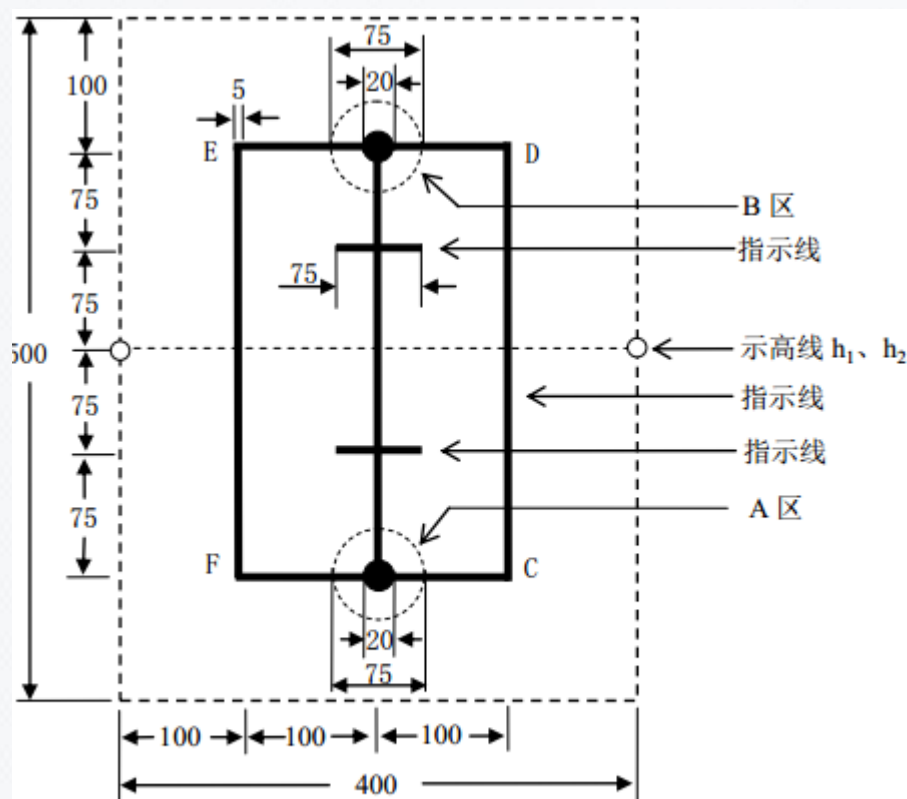

图 1 飞行区域俯视图 (图中长度单位: cm)
- (1) 多旋翼自主飞行器 (下简称飞行器) 摆放在图 1 所示的 A 区, 开启航拍, 一键式启动, 飞行器起飞; 飞向 B 区, 在 B 区中心降落并停机; 航拍数据记录于飞行器自带的存储卡中, 飞行结束后可通过 PC 回放。飞行高度不低于 30cm; 飞行时间不大于 30s。
- (2) 飞行器摆放在图 1 所示的 A 区, 一键式启动, 飞行器起飞; 沿矩形 CDEF 逆时针飞行一圈, 在 A 区中心降落并停机; 飞行高度不低于 30cm; 飞行时间不大于 45s。
- (3) 制作一个简易电子示高装置, 产生示高线  $h_1$ 、 $h_2$  (如激光等),  $h_1$ 、 $h_2$  位于同一垂直平面, 飞行器触碰  $h_1$ 、 $h_2$  线时该装置可产生声光报警。示高线  $h_1$ 、 $h_2$  的高度在测试现场可以调整。调整范围为 30cm~120cm。